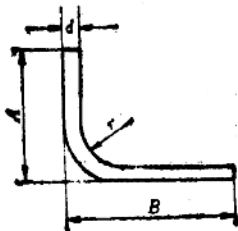

图 5
1. 如图 5 所示, 有 $\theta = 80^\circ$ 的圆钢弯曲件, 内半径 $r = 100 \text{ mm}$, 圆钢直径